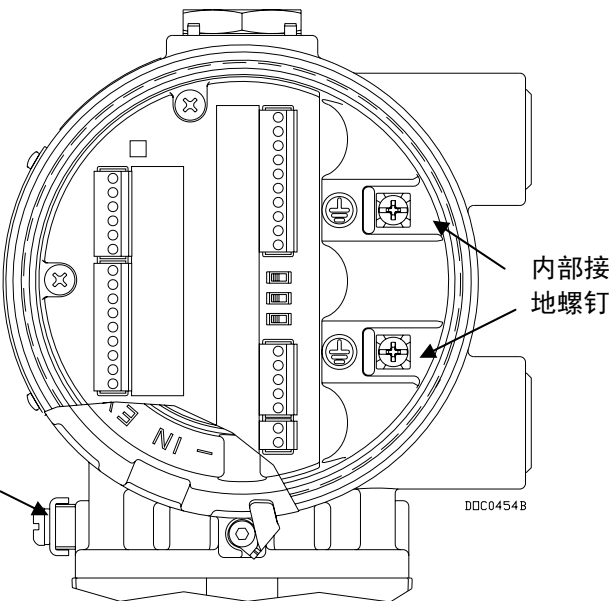

图 3. FloBoss 103 后端（带端子板）
4. FloBoss 必须正确接地。FloBoss 103 的外包装外有一颗接地螺钉，外包装内有两颗接地螺钉。请参阅图 3。